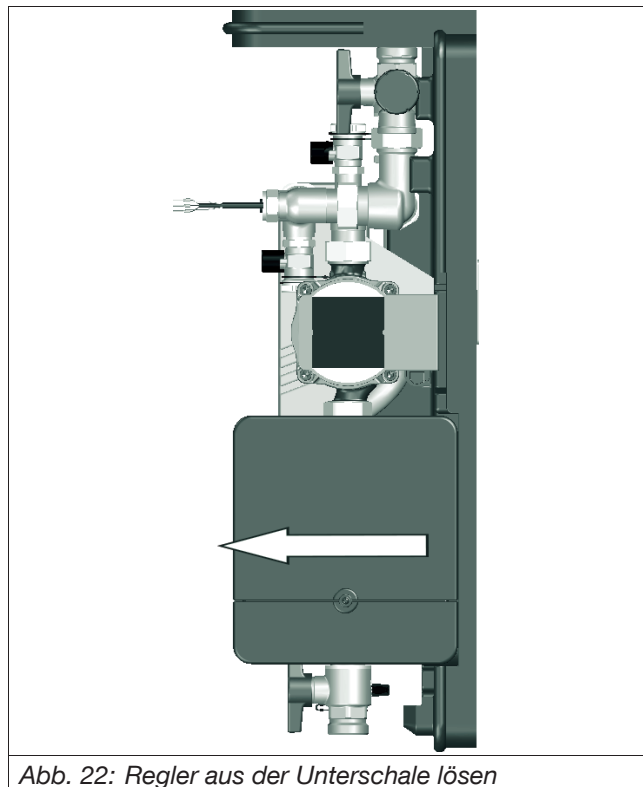

Abb. 22: Regler aus der Unterschale lösen
1. Ziehen Sie den Regler vorsichtig von der Unterschale ab wie in Abb. 22.
11. Stecken Sie den Regler zurück aus der Montageposition in die Betriebsposition (siehe Abb. 22 auf Seite 30).